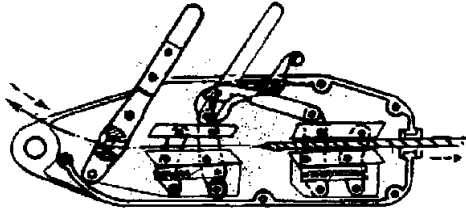

Figure 1 : invoeren van de kabel : duw de vrijloophendel voorwaarts tot in zijn grendel
- 1) **Invoeren van de kabel (fig 1)** met de punt naar beneden geduwd met de hendel op vrijloop. Bij het horen van een klik, dwz dat de klembek geopend is, kan de kabel ingevoerd worden. Bij het lossen van de vrijloop hendel moet de kabel vast zitten. Door het heen en weer bewegen van de bedienhendel zal de kabel ingetrokken worden en is het toestel klaar voor gebruik.
4. Fig 1 : om de kabel uit te trekken; druk de vrijloophendel in positie zodat de klembekken openen en de kabel vrij kan worden uitgetrokken. Verwijder alle vuil van de kabel en rol deze op voor volgende operatie.